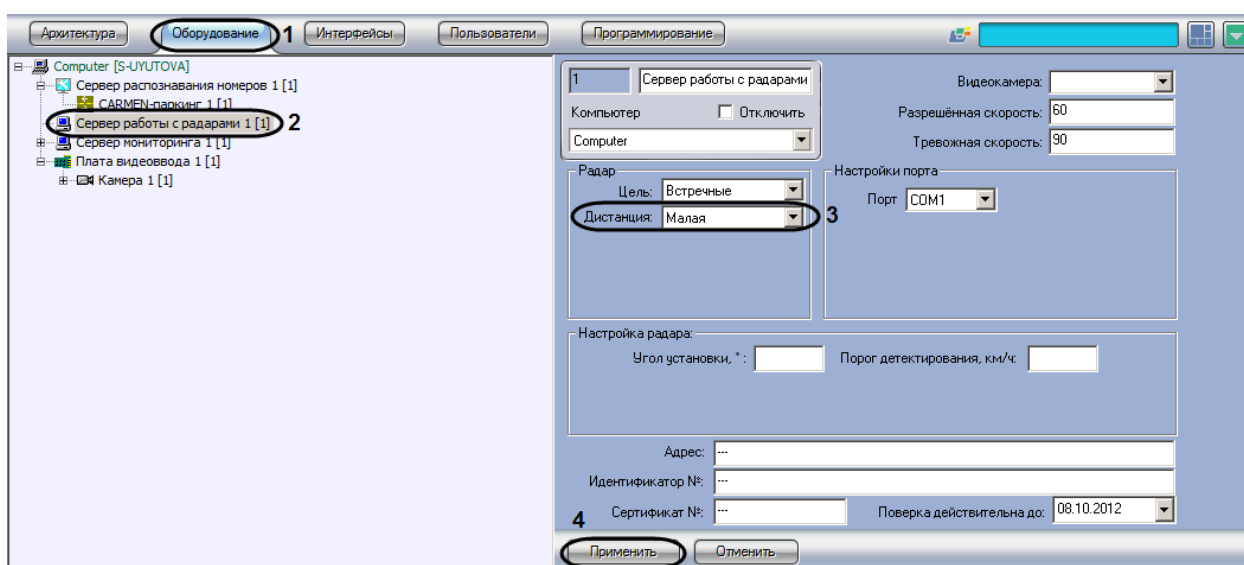

Рис. 7.3—6. Выбор дистанции для определения скорости движения транспортного средства
3. В списке «Дистанция» выбрать расстояние от устройства «Радар» до места определения скорости движения транспортного средства, на котором требуется определять скорость движения (см. Рис. 7.3—6, 3).